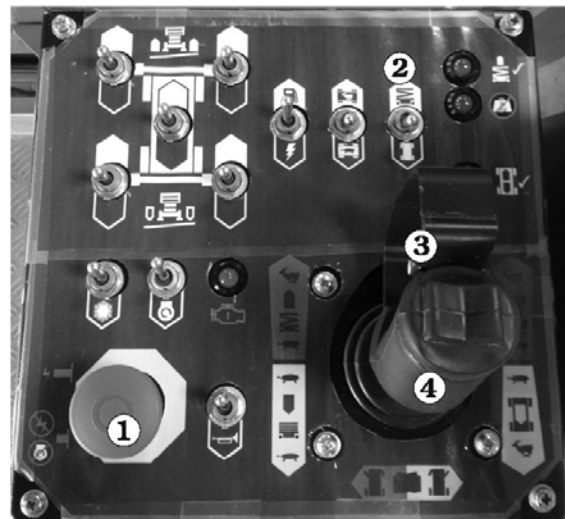

Fig. 9.3
2. Sätt väljarbrytaren ② (se Fig. 9.3) i läge "Plattform" (upp).
3. Dra in "Dödmansgreppet" ③ och dra joysticken ④ (se Fig. 9.3) bakåt. Plattformen ska då sänka sig. Om den inte sänker sig, kalla på hjälp från någon på marken.